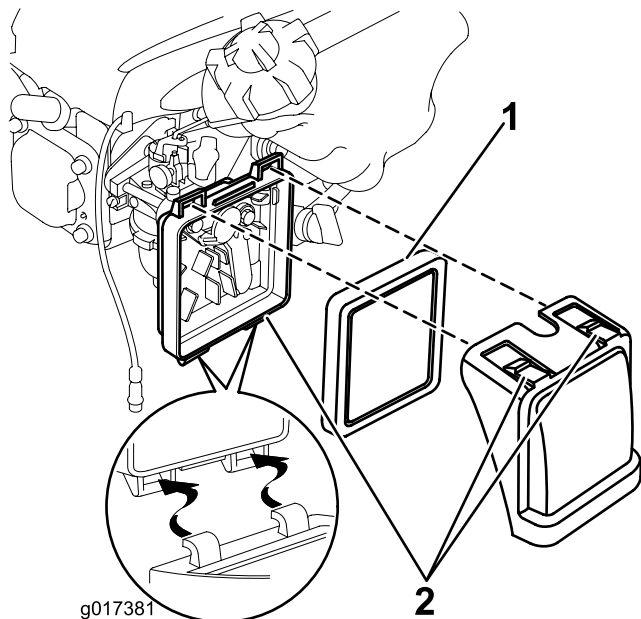

図 16
1. エアクリーナカバーの上部についているラッチのタブを押す図 16。
2. カバーを開く図 16。
3. フィルタを外す図 16。
6. フィルタをエアクリーナボディに取り付ける図 16。
7. カバーを取り付ける図 16。